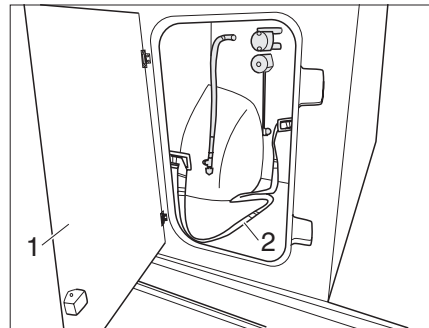

Fig. 59 Puerta de acceso a la bombona de gas
- ▶ Abrir la trampilla de acceso (Fig. 59, 1) a la bombona de gas.
- ▶ Sujetar la bombona con las correas de fijación (Fig. 59,2).
- ▶ Cerrar trampilla de acceso (Fig. 59,1).